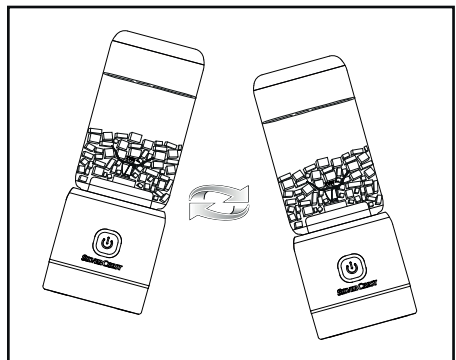

Fig. 1
4) Puede mover el aparato para distribuir mejor los ingredientes mientras los procesa. Para ello, sujete el aparato con la mano y desplácelo de un lado para otro con movimientos oscilantes (consulte la fig. 1). Asegúrese de que el vaso para batir **4** no se suelte del bloque motor **9**.